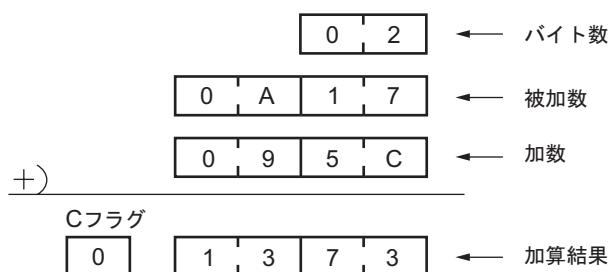

図 3 上位ビットを使用しない場合の加算例
- 図 3 のように上位ビットを使用しない場合は、使用しないビットに"0"を設定してください。